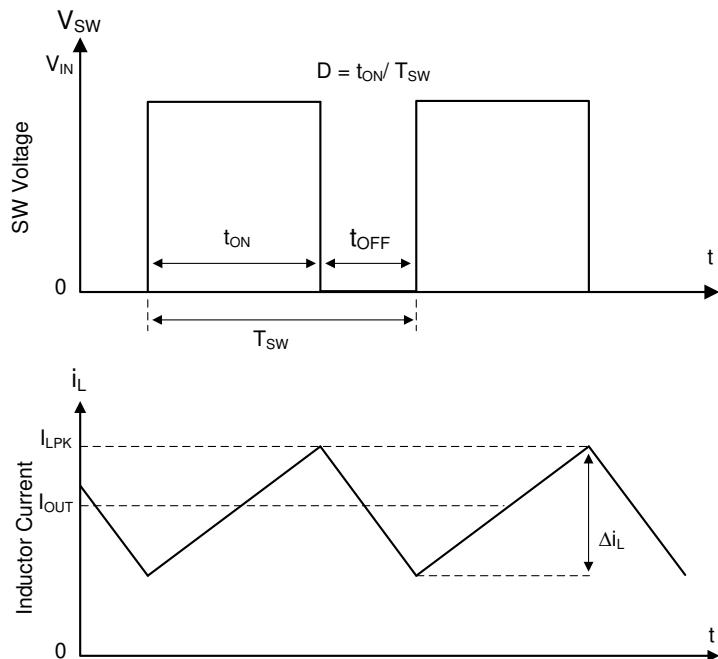

图 7-1. 连续导通模式 (CCM) 下的 SW 节点和电感器电流波形
有关 LMR544xx 的以下运行说明，请参阅 节 7.2 和 图 7-1 中的波形。LMR544xx 是一款同步降压转换器，具有集成式高侧 (HS) 和低侧 (LS) 开关 (同步整流器)。LMR544xx 通过使用受控的占空比打开高侧和低侧 NMOS 开关，来提供稳定的输出电压。高侧开关导通期间，SW 引脚电压上升至约 V_{IN} ，电感器电流 i_L 以线性斜率 ($V_{IN} - V_{OUT}/L$) 增加。当高侧开关被控制逻辑关闭时，低侧开关在经过反向穿死区时间后将会导通。电感电流通过低侧开关以斜率 V_{OUT}/L 放电。降压转换器的控制参数为占空比 $D = t_{ON}/T_{SW}$ ，其中 t_{ON} 是高侧开关导通时间， T_{SW} 是开关周期。转换器控制环路通过调整占空比 D 来维持恒定的输出电压。在可忽略损耗的理想降压转换器中， D 与输出电压成正比，与输入电压成反比： $D = V_{OUT}/V_{IN}$ 。